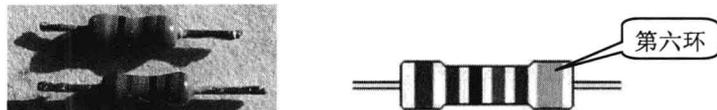

图 1-1 六环色环电阻
② 六环色环电阻。六环电阻的前 5 环和五环电阻一样，第 6 环是表示温度系数的大小，其中红表示 $\pm 50\text{ppm}/^\circ\text{C}$ ，橙表示 $\pm 15\text{ppm}/^\circ\text{C}$ ，黄表示 $\pm 25\text{ppm}/^\circ\text{C}$ ，绿表示 $\pm 20\text{ppm}/^\circ\text{C}$ ，蓝表示 $\pm 10\text{ppm}/^\circ\text{C}$ ，紫表示 $\pm 5\text{ppm}/^\circ\text{C}$ ，灰表示 $\pm 1\text{ppm}/^\circ\text{C}$ ；ppm 是指温度漂移，所谓的 ppm 是英文 parts per million 的缩写，译意是每百万分之一部分，即表示百万分之（几），或称百万分率。ppm 越小，电阻质量越高。六环色环电阻实物如图 1-1 所示。